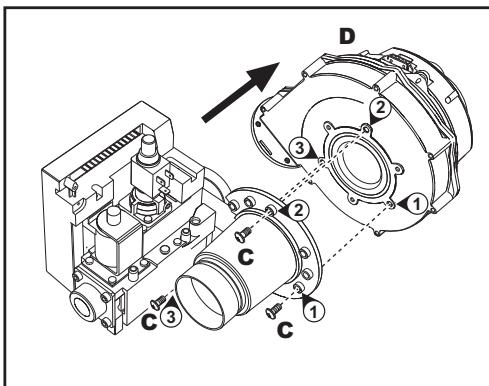

рис. 56 - Модель ENERGY TOP B 125 - 250
6. Открутите винты "C" и отсоедините вентилятор "D" (рис. 56 - только на модели ENERGY TOP B 125 - 250)